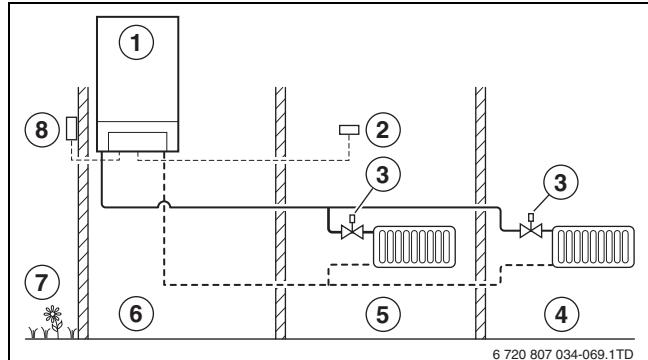

Fig. 24 Principiu de reglare al regulatorului în funcție de temperatura exteroară
- La reglarea în funcție de condițiile atmosferice, este reglată temperatura în toate camerele cu ajutorul ventilelor de radiator termostatice montate pe radiatoare. Puteți alege locul de instalare al regulatorului (→ fig. 24).